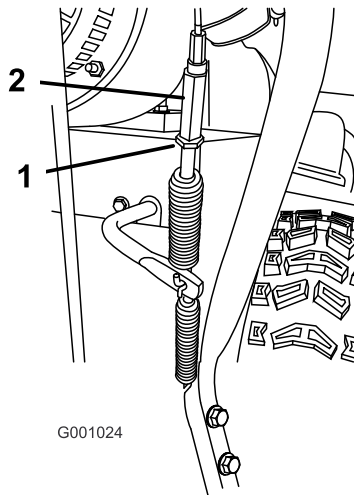

Рисунок 46
- Ослабьте затяжку контргайки (Рисунок 46).
- Ослабьте натяжение или подтяните винтовую стяжку для регулировки натяжения тросика (Рисунок 46).